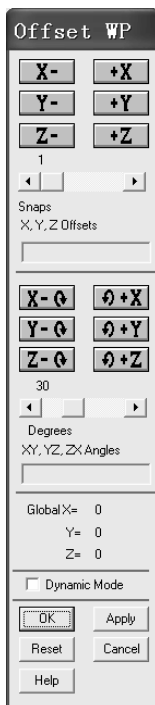
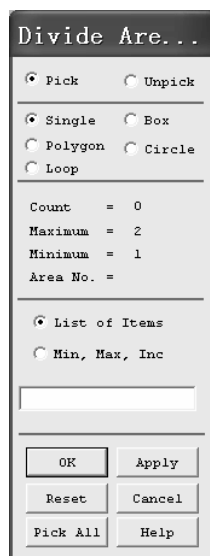
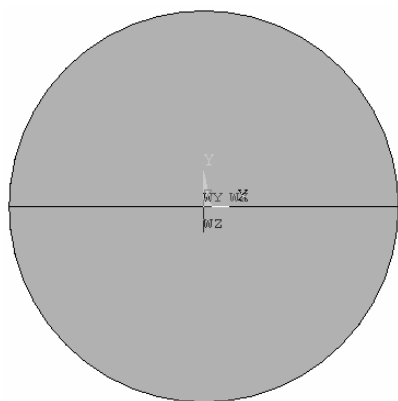

图 2-56 “Offset WP” 窗口
图 2-57 “Divide Are...” 窗口
图 2-58 两个半圆
(2) 依次选择 Utility Menu>WorkPlane>Offset WP by Increments..., 弹出“Offset WP”窗口(见图 2-56)。
(3) 因为用于切割的平面为工作平面(即 WXY 平面), 所以应将 WXY 平面与圆面垂直。可以让工作坐标系绕 W X 轴转动 90° , 即在“Offset WP”窗口中“XY, YZ, ZX Angles”下的方框中输入“0, 90° , 0”(注意引号中的逗号为半角), 这表示绕 WZ、WX、WY 轴的转角分别为 0° , 90° , 0° 。
(4) 依次选择 Main Menu>Preprocessor>Modeling>Operate>Divide>Area by WrkPlane, 弹出“Divide Are...”窗口(见图 2-57)。单击“Pick All”按钮, 表示选中所有对象并执行分割, 此图中的对象即为圆面。圆面被分为上下两个半圆(见图 2-58, 注意图中的坐标系)。